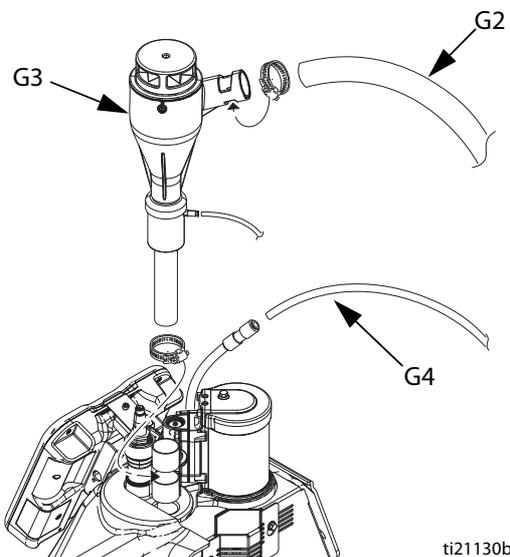

Рис. 7
- Установите на систему впускную воронку (G3) вакуум-пересасывающего устройства. См. Рис. 7.
3. Вставьте прозрачный шланг (G2) вакуум-пересасывающего устройства, наружный диаметр которого составляет 33 мм (1,3 дюйма), в воронку (G3) вакуум-пересасывающего устройства. Зафиксируйте шланг входящим в комплект зажимом. См. Рис. 7.
4. Подключите входящий в комплект длинный трубопровод для воздуха (G4), наружный диаметр которого составляет 9,53 мм, к вставному фитингу с таким же диаметром на трубопроводе для воздуха, предусмотренном в системе. См. Рис. 7.